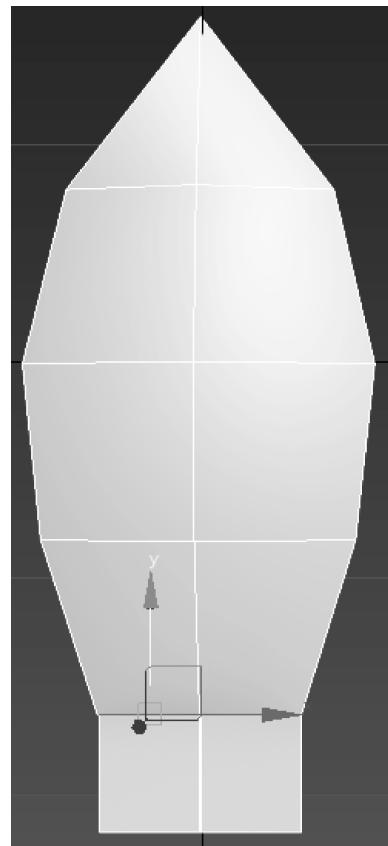

图4-39 一片完整的“菠萝片”
3) 选中底部一边，按住〈Shift〉键往下拖曳，建立小平面。一片完整的“菠萝片”如图4-39所示。
1) 复制图4-39所得片体，选择“附加”命令关联两部分。选择连接的两个顶点，使用“塌陷”命令将两个顶点连接。在面层级依次选择图中的1、2、3、4、5、6顶点，创建连接面，如图4-40所示。